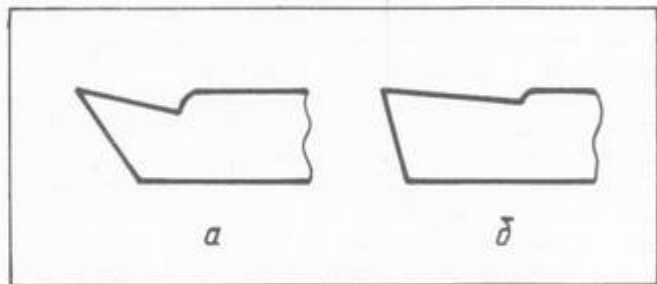

Рис. 8
23. Какой из показанных на рис. 8 резцов следует использовать для обтачивания алюминиевой заготовки? Ответ: а.